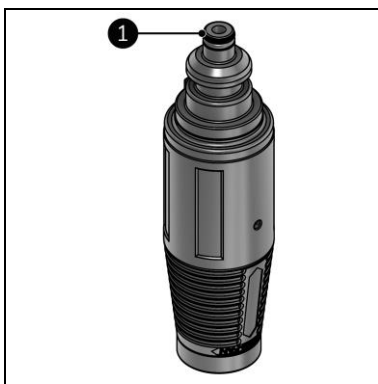

Figure 14
3. Passez de la vaseline sur le joint torique de la buse (figure 14, pos. 1).